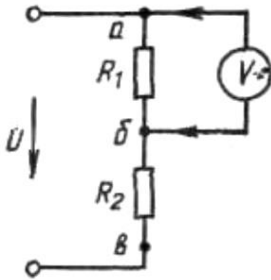

Рисунок 4.4 – Схема підключення вольтметра
10. Вольтметром, який має верхню межу вимірювання 150 В і струм повного відхилення $I = 3\text{mA}$, вимірюється падіння напруги на резисторах з $R_1 = 5\text{k}\Omega$ і $R_2 = 10\text{k}\Omega$, які увімкнені послідовно з джерелом напруги $U = 120\text{V}$, що має нульовий внутрішній опір (рисунок 4.4). Визначити покази приладу і відносну методичну похибку вимірювання напруги. Похибкою приладу знехтувати.